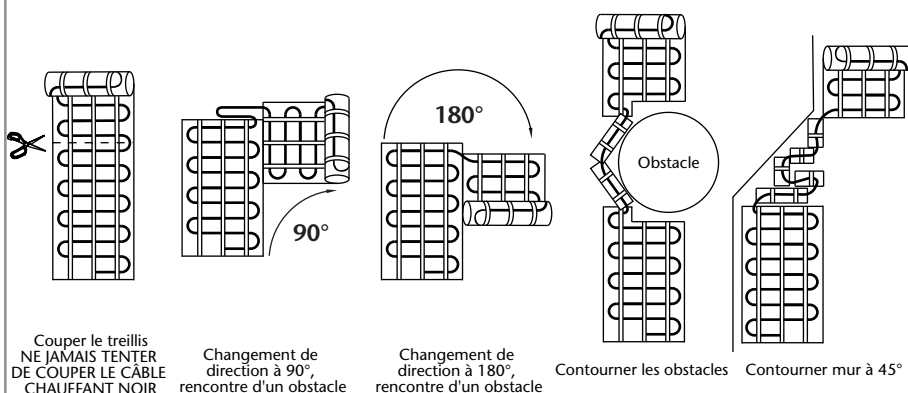

Figure 4.4.1
- Lorsque le rouleau **Thermat** rencontre un mur ou un obstacle, il suffit de couper son treillis autocollant et de le faire pivoter dans une autre direction (figure 4.4.1);